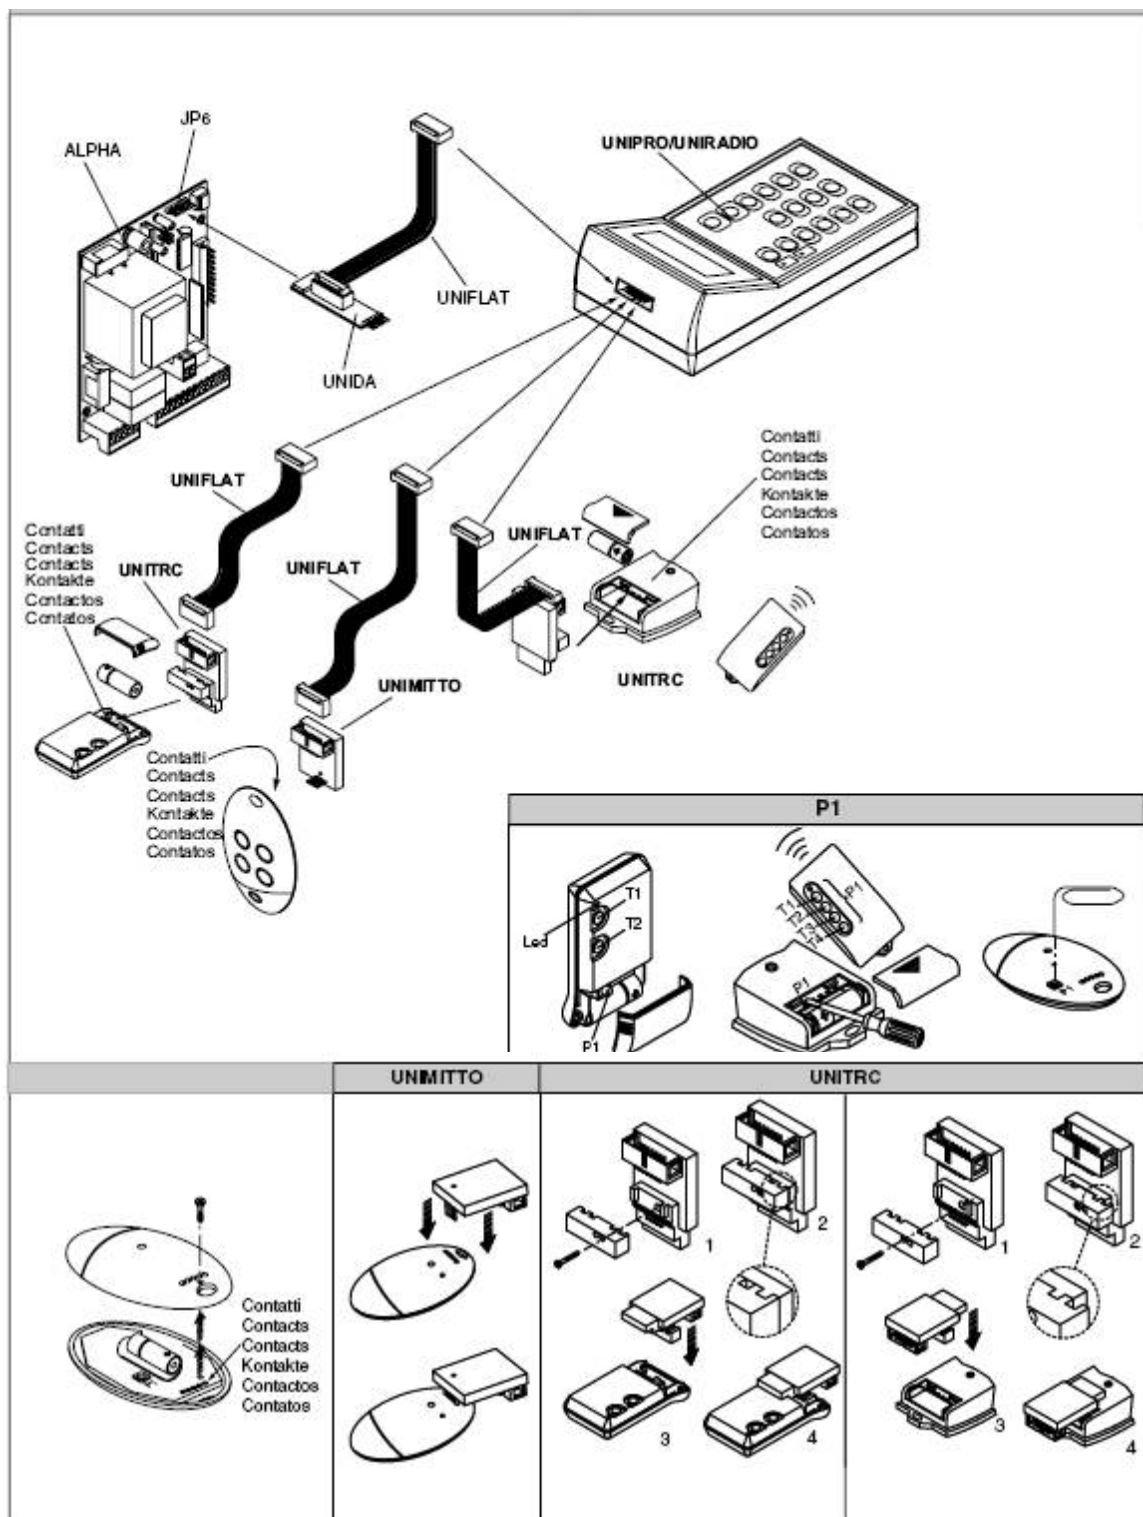

рис. 5
12. Клонирование пультов (рис. 5)